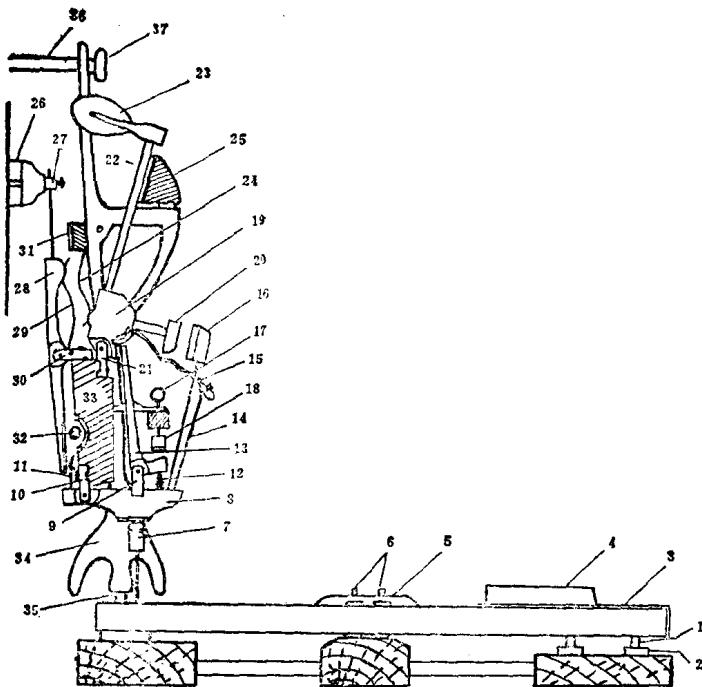

图3 立式钢琴键盘机械侧断面
§ 4. 键盘机械。键盘机械包括键盘和击弦机两个部分，是一个杠杆组合系统。键盘是所有键子的总称；击弦机由联动杠杆、小槌和制音器三个互相联系着的杠杆组合件组成（见图3）。键盘机械的工作情况是：当按下琴键时，键子后端的顶柱将联动杠杆顶起，于是联动杠杆上的勾钉便使制音器离开弦，同时推杆推动小槌去击弦；琴键起来以后，各个机件又都回到原来的位置。对键盘机械的要求是：①各个机件的轴既不能松旷，也不能过紧，要非常灵敏。应在按下键子的瞬间就发出音来，在以极快的速度（每秒钟八次）连续按同一个键时，能清晰地发出每个音。②要能使小槌击弦的力度在很大范围内可随意变化（从最弱音PPP到最强音fff）。③键子的重量，即键子下沉时所需要的力度应适宜（参看§ 74前面的说明）。
§ 9.修理机件时往往须先把击弦机架取下来，取下击弦机架的方法是：①先把铁架的螺丝帽（见图3“37”）卸下来，并把铁架的上端从螺丝杆上扳出来，②两只手对称地握住小槌的枕木（见图3“25”）将机架提出来。提出机架时要特别小心，不要被中间的铁架螺丝杆碰坏了制音器。把击弦机架放在长条桌上去修理。
§ 10.安装击弦机架的方法是：①两只手握住小槌枕木，先将铁架下脚（顶端凹进去的一个）放在柱头（见图3“35”）上，放时仍要注意，防止中间的铁架螺丝杆碰坏了制音器。②将铁架的上端推到螺丝杆内去，并把螺丝帽拧紧。在安装击弦机架之前，一定要先把攀带都挂好。